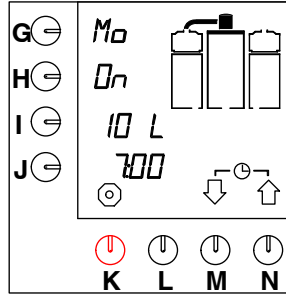

Fig. 13 Timeren i ventemodus
- Klokka på displayet begynner å blinke og systemet vil starte kaffetraktingen ved innstilt tidspunkt. Ventemodus vises på displayet (fig. 13).